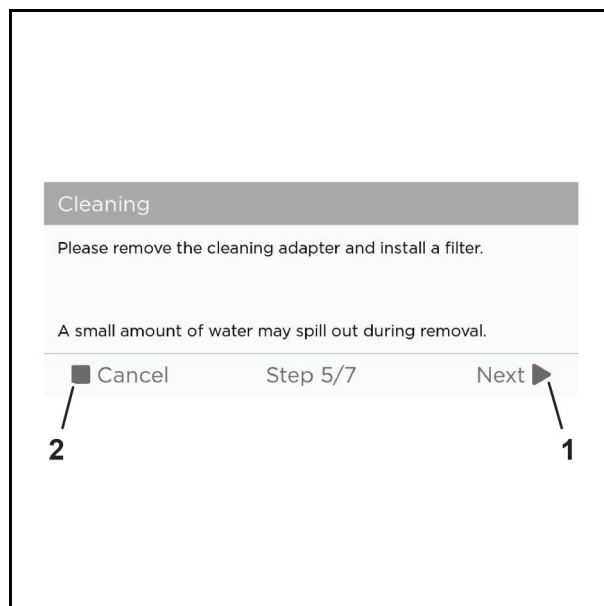

Abb. 72 Przykładowa grafika
9. Nacisnąć przycisk „Next” (dalej) (Abb. 72/1), aby kontynuować płukanie systemu lub „Cancel” (anuluj) (Abb. 72/2), aby anulować czyszczenie.